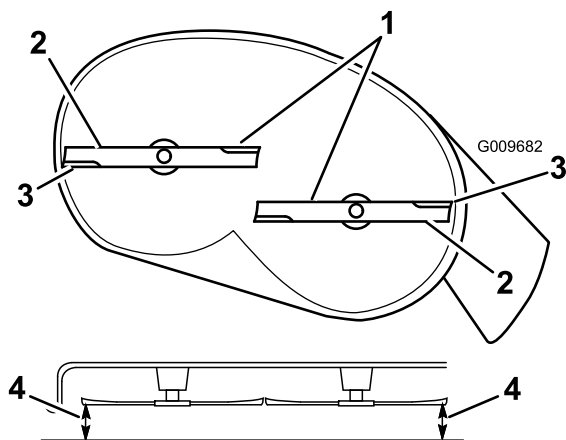
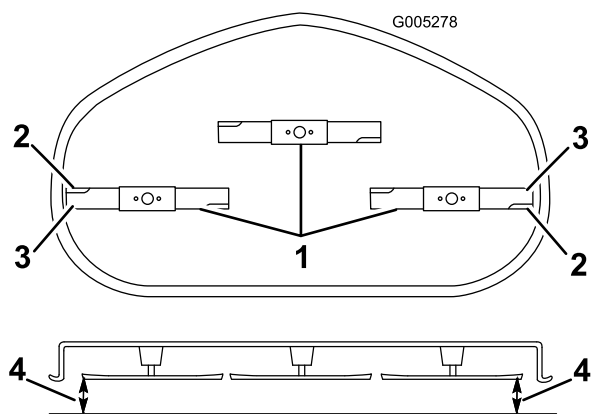

Figura 69
Figura 70
- Gire cuidadosamente las cuchillas hasta que estén todas orientadas lateralmente (Figura 69 y Figura 70).
5. Mida entre los fillos de corte exteriores y la superficie plana (Figura 69 y Figura 70).